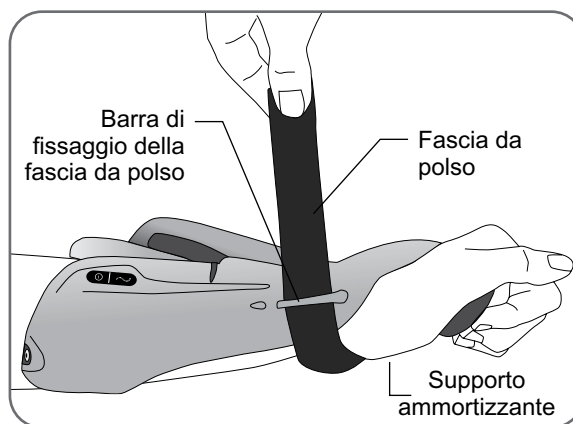

Figura 8-12 - Fissaggio della fascia da polso
8. Tirare la fascia da polso verso l'alto e farla passare attraverso la relativa barra di fissaggio (Figura 8-12).